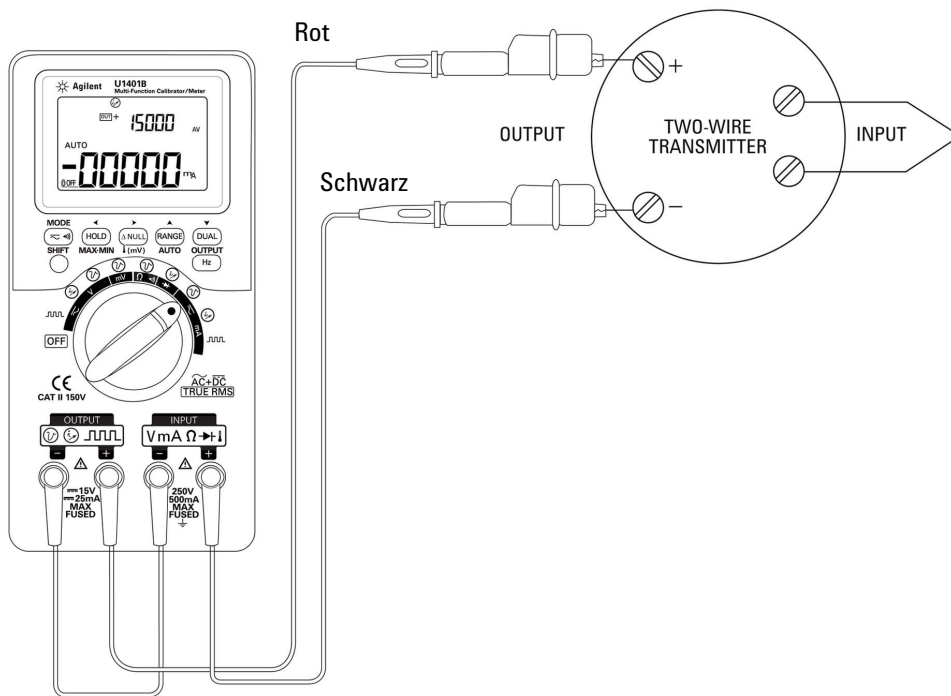

Abbildung 5-16 Überprüfen eines 2-Draht-Transmitters
- 2 Verbinden Sie die rote Leitung mit Krokodilklemme zwischen dem positiven Ausgangsanschluss des Instruments und dem positiven Ausgangsanschluss des 2-Draht-Transmitters. Siehe Abbildung 5-16 auf Seite 114.